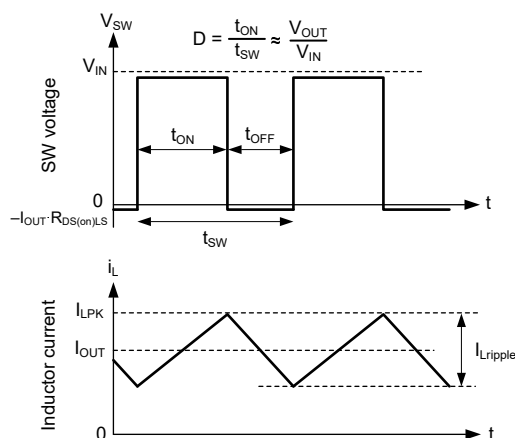

图 7-20. 连续导通模式 (CCM) 下的 SW 电压和电感器电流波形
转换器的以下运行说明涉及 功能方框图 和 图 7-20 中的波形。在 CCM 中，该转换器以变化的占空比 (D) 打开内部高侧 (HS) 和低侧 (LS) NMOS 开关，从而提供稳定的输出电压。在 HS 开关导通期间，SW 电压 V_{SW} 摆动至大约 V_{IN} ，电感器电流 i_L 以线性斜率增加。HS 开关由控制逻辑关闭。在 HS 开关关闭时间 t_{OFF} ，LS 开关打开。电感器电流通过 LS 开关放电，这会强制 V_{SW} 通过 LS 开关两端的压降摆动到地电位以下。控制环路调节占空比以保持恒定的输出电压。D 由 HS 开关在开关周期内的导通时间定义：